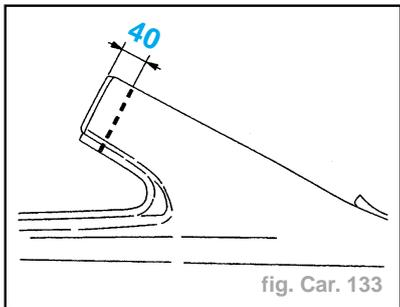

fig. Car. 133
- Tracer, puis découper à l'aide d'une meule épaisseur **1 mm** (coupe définitive) (fig. Car. 133).